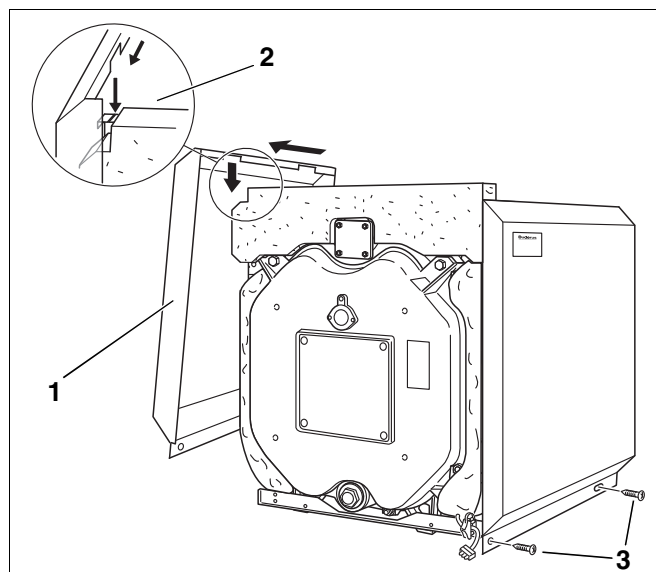

Рис. 35 Установка боковых стенок
- Подвесить боковую стенку (рис. 35, поз. 1) с вырезом в прорези верхних траверс (рис. 35, поз. 2) и до упора задвинуть вперед (см. стрелки на рис. 35).
- Закрепить боковые стенки двумя саморезами к нижним траверсам (рис. 35, поз. 3).